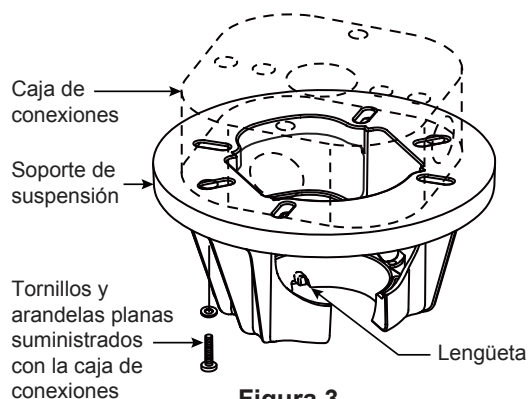
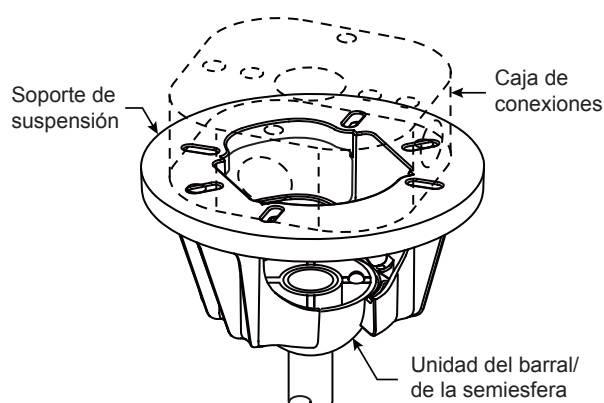

Figura 3
Figura 4
3. Afloje los dos tornillos de fijación del soporte del barral de soporte para techo a través de la varilla. Introduzca los cables de color marrón, azul, rojo, gris y amarillo a través de la varilla. (Figura 3)
4. Coloque el soporte de la varilla y alinee los orificios de la clavija de horquilla en ambas piezas. Instale la clavija de horquilla y asegúrela con la pinza de horquilla. Fije los dos tornillos de presión y las tuercas de seguridad en el soporte de la varilla interior. Fije con seguridad el set de tornillos con el destornillador y luego fije bien las tuercas con una llave hexagonal. (Figura 4)
- ☐ 1. Fije bien el soporte de suspensión a la caja de conexiones con los tornillos y las arandelas planas suministrados con la misma. (Figura 3)
NOTA: Se deben pasar los tornillos de la caja de conexiones a través de los orificios que se encuentran en el soporte de suspensión. (Figura 3)
- ☐ 3. Con cuidado, levante el ventilador y apoye la unidad del barral/de la semiesfera en el soporte de suspensión que acaba de fijar a la caja de conexiones. (Figura 4) Asegúrese de que la ranura en la semiesfera esté alineada con el reborde del soporte de suspensión. (Figura 3)
3. Realice las conexiones de cables al bloque del terminal como se muestra en la Figura 4.